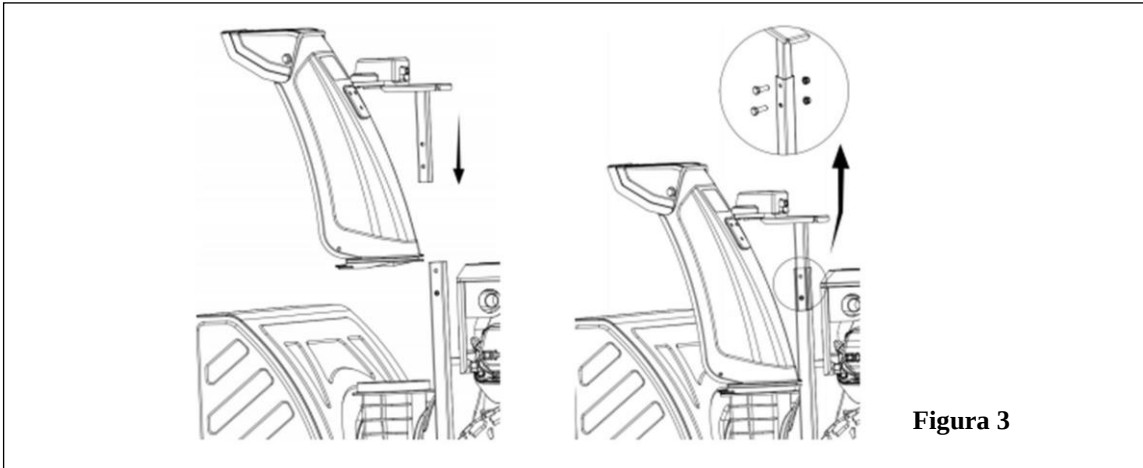

Figura 3
1. Inserte el Conjunto del Canal de Descarga Inferior / Tubo de Soporte en la abertura designada del canal para el Canal de Descarga Inferior, mientras inserta el Tubo de Soporte en la base designada del bastidor. (Ver figura 3)
2. Asegure el Tubo de Soporte a la base con (2) tornillos provistos.